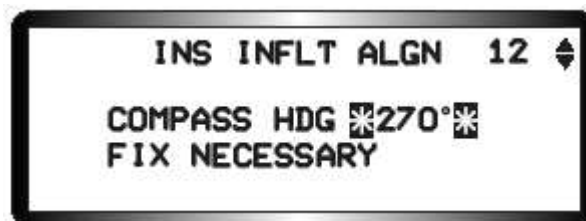

Figure 2-5 Page DED d'alignement en vol.
- Vérifiez que la page DED INFLT ALIGN est affichée (Figure 2-5).